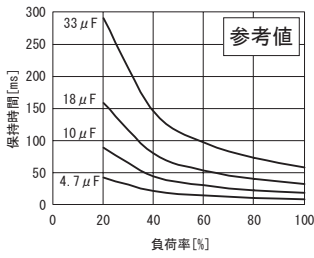
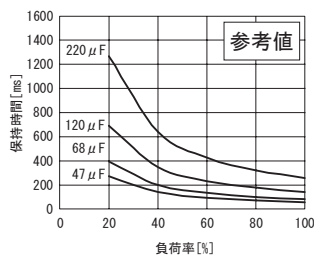

図3.1 TUHS3保持時間 (AC100V)
図3.10 TUHS25保持時間 (AC200V)
(2) C1入力コンデンサ (TUHS25)
(3) Cbc平滑コンデンサ
■入力電圧を平滑するために+BCと-BC間に、平滑コンデンサCbcを接続ください。推奨容量を表3.2に、負荷率と保持時間の関係を図3.1~図3.10に示します。